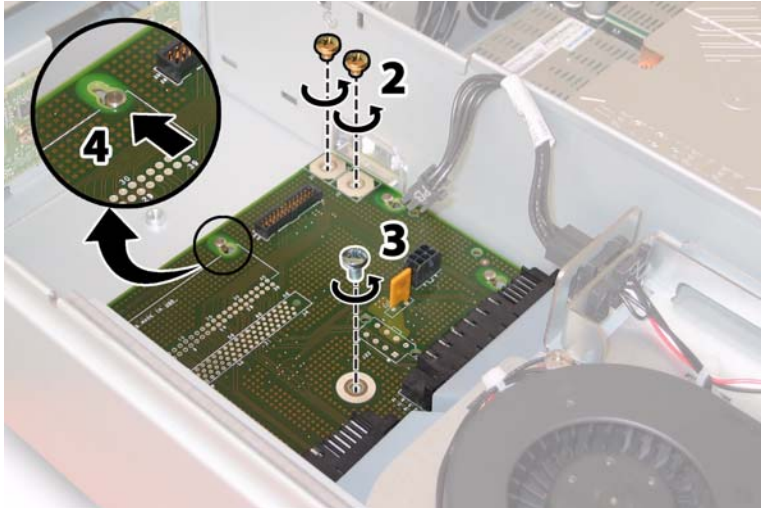

图 4-64 将配电板从机箱上断开连接
11. 使用 2 号十字螺丝刀，卸下将配电板固定到机箱和母线的三颗螺丝。请参见图 4-64。